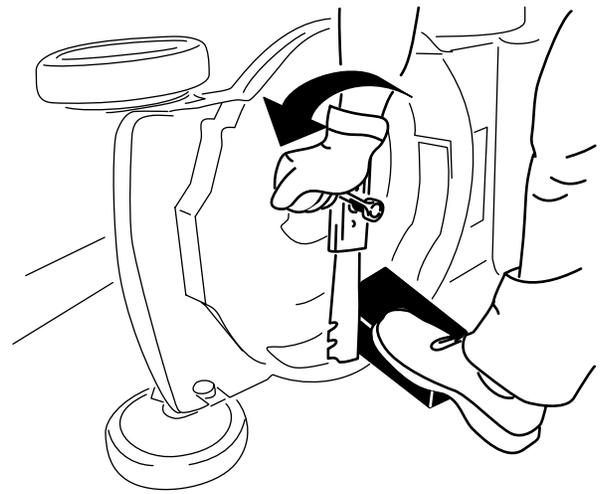

Figure 24
2. Immobilisez la lame avec un morceau de bois (Figure 24).
3. Déposez la lame et conservez les fixations (Figure 24).